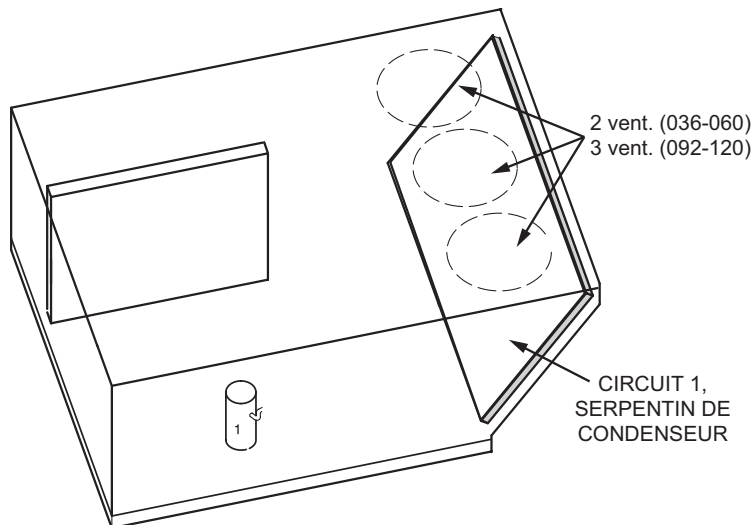

FIGURE 29
- 3 - Les unités SH/SD 036-120 contiennent un circuit réfrigérant. Reportez-vous à la FIGURE 29.